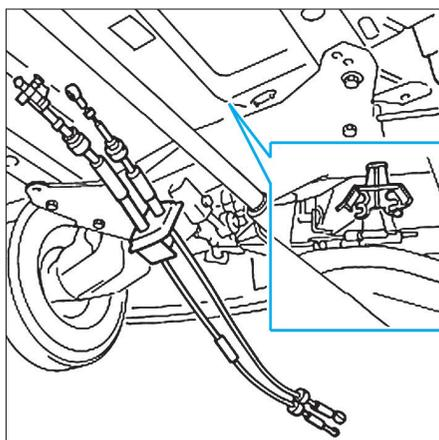

FIG. 10
- Lever le véhicule et déloger les câbles de l'agrafe de fixation située sur le tablier (Fig.10).